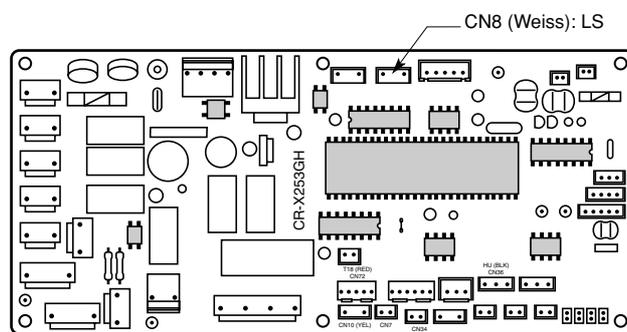

Abb. 7-4
- (7) Der Verbinder CN8 der elektronischen Karte herausnehmen (Abb. 7-4).
- (4) Der Verbinder CN8 der elektronischen Karte herausnehmen (Abb. 7-4)